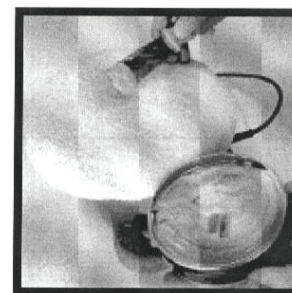

Fig. 2
- 2.2 Cire en pâte : Étendez environ une cuillère à thé comble de cire sur toute la surface de la coiffe d'application (figure 2). N'appliquez PAS la cire directement sur la surface à cirer. (La plupart des cires sont en pâte ou liquides. Avant d'utiliser une cire, lisez et respectez toutes les instructions concernant les utilisations appropriées.)